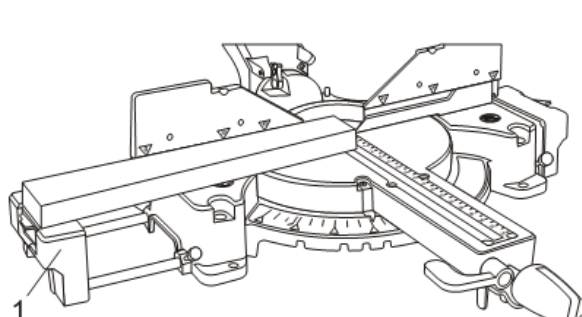

Fig. 22
Lors de la coupe de pièces plus longues, utilisez toujours les supports d'extension de base (1) pour une coupe plus précise et pour éviter que la pièce longue ne s'affaisse (Fig. 22).